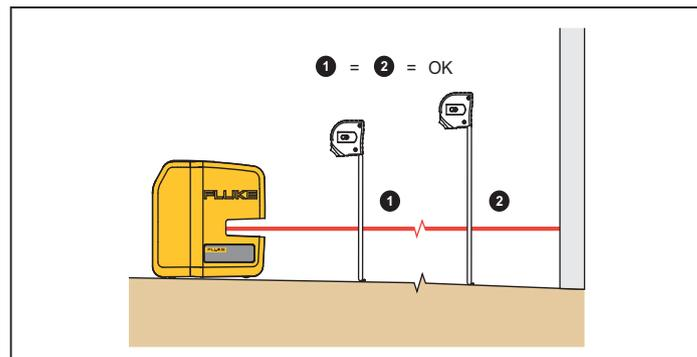

Figura 4. Alineación de objeto actual
2. Mida la distancia desde el objeto hasta el láser. Consulte la figura 4.